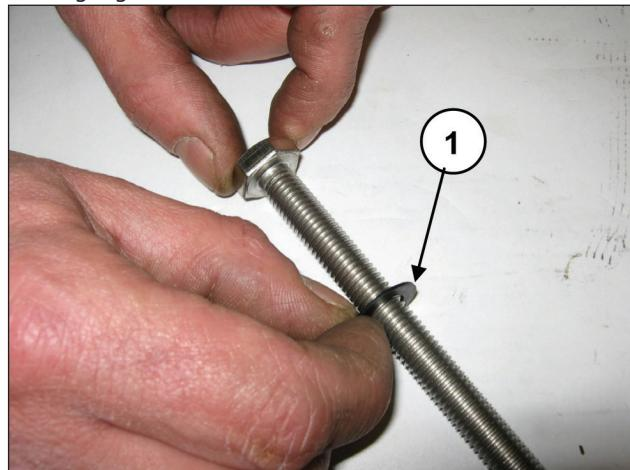

Abb. 146
Setzen Sie die Unterlegscheibe Ø10x18x0,9 auf die Befestigungsschraube des Kolbens (Pos. ①, Abb. 146).